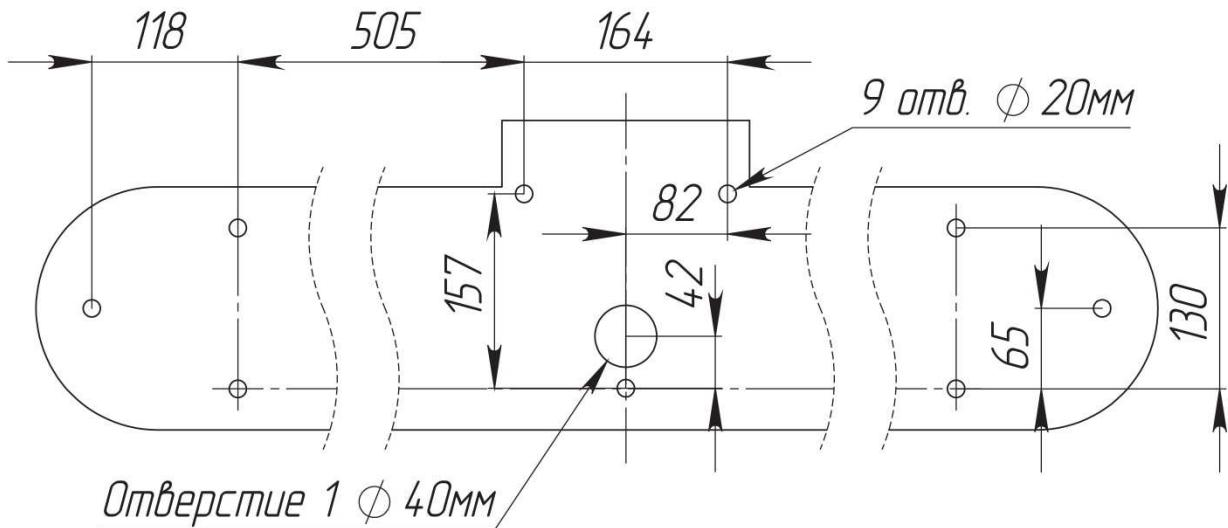
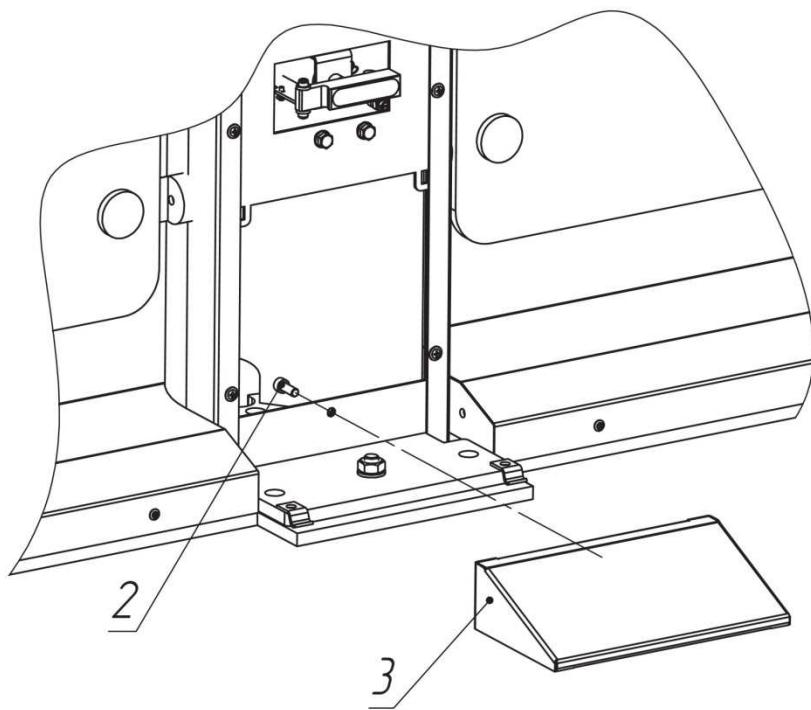
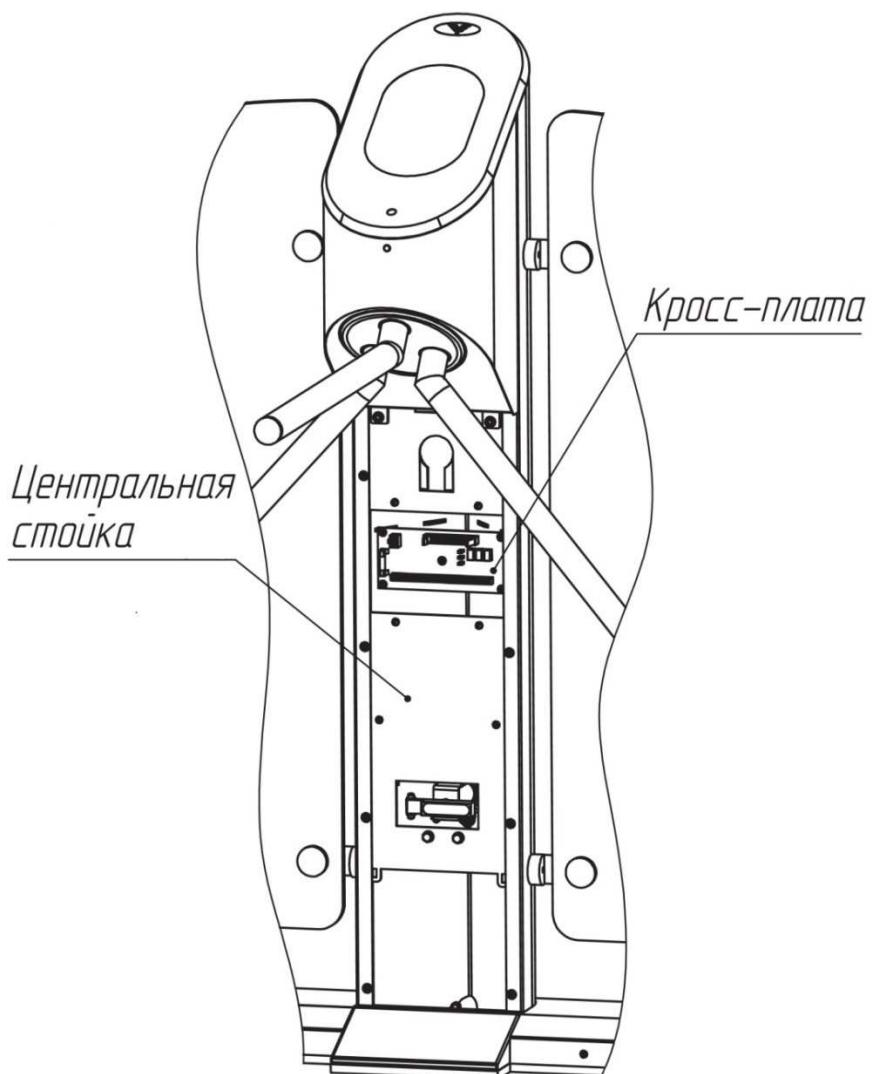

Рис. 6. Установочные размеры
Рис. 8. Схема установки турникета
Рис. 9. Расположение кросс-платы на стойке турникета
4.2.3. По установочным размерам (рис. 6), подготовьте 9 отверстий диаметром 20мм в полу под анкера крепления стойки турникета. Расположение монтажных отверстий относительно внешних габаритов турникета представлено в Приложении 5. Глубина закладного отверстия должна превышать длину анкера на 5мм. Вставьте анкеры в отверстия.
4.2.4. Подводка кабелей производится через отверстие диаметром 40 мм (рис. 6) в нижней плите турникета. Необходимо подготовить штробу для прокладки кабелей.
4.2.7. Установите турникет на подготовленную площадку (рис. 6). Откройте замок и снимите дверцу (1, рис. 8). Демонтируйте крышку основания центральной стойки (3, рис. 8), выкрутив винт М6 (2, рис. 8).
4.2.8. Для подвода кабелей в корпус боковой стойки с картоприемником необходимо выкрутить 4 шурупа-самореза (5, рис. 8) и приподнять кожух основания (4, рис. 8). Разблокируйте замок стойки картоприемника (6, рис. 8) и откройте дверцу (7, рис. 8).
4.2.9. Заведите в корпус турникета кабели от ПУ, БП и, при необходимости, кабели СКУД и ОПС. Подводка кабелей производится через отверстие 1 в нижней плите турникета (рис. 6). Закрепите кабели кабельными стяжками.
Подключение БП, ПУ и СКУД осуществляется с помощью кросс-платы. Для этого необходимо снять дверцу центральной стойки(1, рис. 8), используя ключи. На рис. 9 показано расположение кросс-платы на стойке турникета.
Входы LEFT и RIGHT могут работать как в потенциальном, так и в импульсном режиме (срабатывание по факту замыкания на контакт GND). Импульсный режим установлен по умолчанию. Для перехода на потенциальный режим работы необходимо установить джампер J1 (рис. 9). В данном случае режим прохода влево/вправо включается только на время подачи управляющего сигнала на входы LEFT/RIGHT. Режим свободного прохода можно устанавливать подачей управляющих сигналов на оба входа одновременно. Приоритет входов LEFT и RIGHT при переходе в импульсный режим остается неизменным.